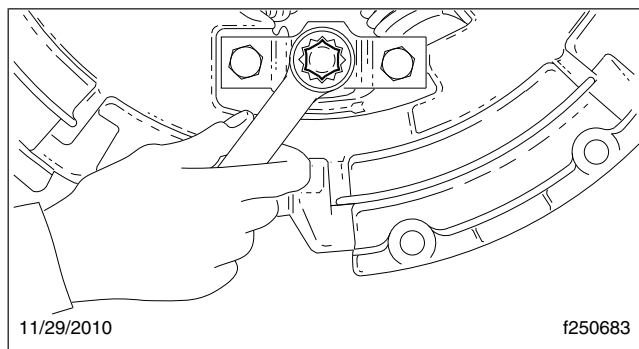

Figura 9, Ajuste manual del embrague Easy-Pedal (se muestra con la campana desmontada)
5. Ajuste el embrague utilizando una llave cerrada o una de dado de 5/8 pulgada para ajustar el perno. Vea la **Figura 9**.